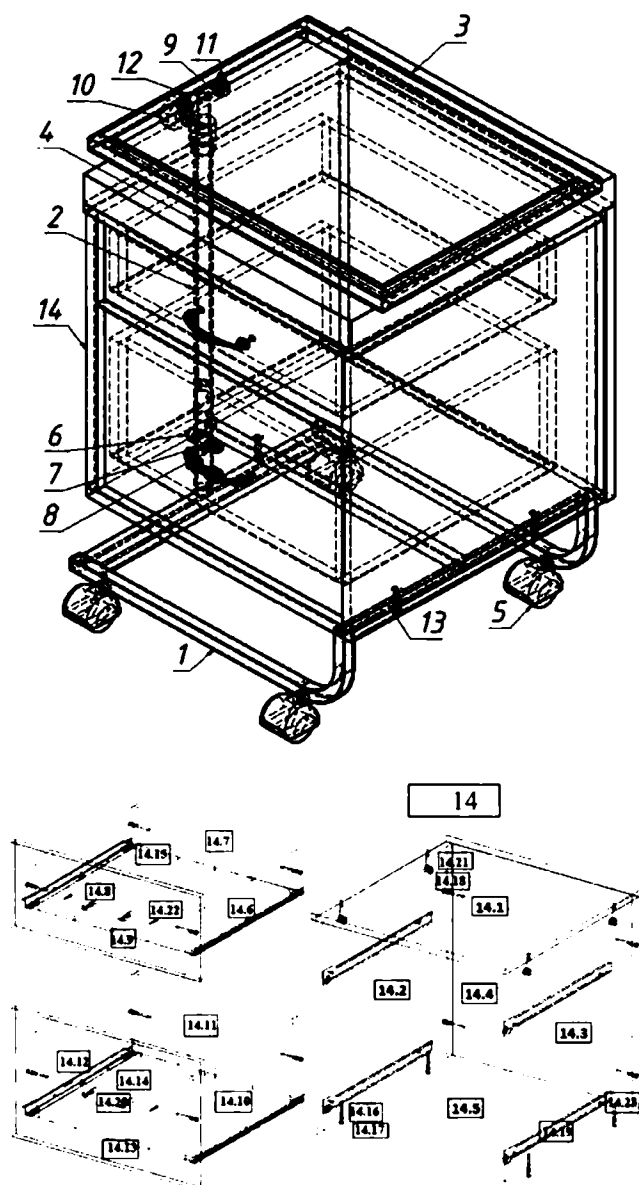

Рис. 1
1) Внимательно ознакомьтесь со схемой сборки, изображенной на рис.1, сверяясь со спецификацией на изделие. Согласно схеме и спецификации определите расположение деталей в изделии и порядок их сборки. Сборка производится на ровном полу, укрытом материалом, предотвращающим повреждение покрытия пола и деталей мебели. Подготовьте необходимые для сборки инструменты – плоскую и крестовую отвёртки, молоток, рулетку или линейку, ключи на 17 и 12мм.
3.2) Евровинтами (14.13), как показано на рис.1, соедините вертикальные боковые стенки (14.2,14.3) с горизонтальной стенкой (14.5). Установите крышку (14.1). Затяжка соединения производится путём поворота эксцентриков до упора в направлении стрелки, выштампованной на корпусе стяжки. На видимые головки евровинтов (14.13) и эксцентриков (14.15) установите заглушки (14.14, 14.15).
1) Внимательно ознакомьтесь со схемой сборки, изображенной на рис.1, сверяясь со спецификацией на изделие. Согласно схеме и спецификации определите расположение деталей в изделии и порядок их сборки. Сборка производится на ровном полу, укрытом материалом, предотвращающим повреждение покрытия пола и деталей мебели. Подготовьте необходимые для сборки инструменты – плоскую и крестовую отвертки, молоток, рулетку или линейку, ключи на 17 и 12мм.
3.1) На вертикальных боковых стенках (14.2, 14.3) установите цилиндрические части эксцентриковых стяжек (14.21) в предназначенные для них отверстия. На крышке (14.1) установите штоки эксцентриковых стяжек (14.8). Евровинтами (14.16), как показано на рис.1, соедините вертикальные боковые стенки (14.2, 14.3) с горизонтальной стенкой (14.5). Установите крышку (14.1). Застяжка соединения производится путём поворота эксцентриков до упора в направлении стрелки, выштампованной на корпусе стяжки. На видимые головки евровинтов (14.16) и эксцентриков (14.21) установите заглушки (14.17, 14.18).